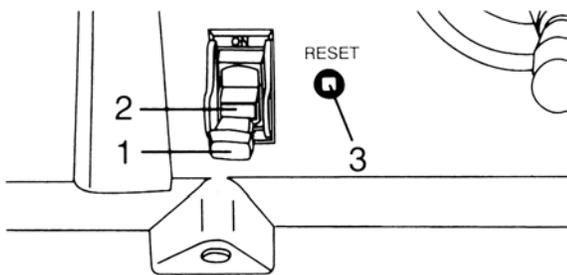

Fig. 25
El interruptor (2) se encuentra en la parte frontal de la sierra. Para prender la sierra levante el interruptor. Para apagarla, baje el interruptor (Fig. 25).
Cuando la sierra no esté en uso, el interruptor debe estar apagado. Como medida de seguridad jale el seguro del interruptor (1) (Fig. 25). La sierra no podrá ser operada sin este seguro. Si jala el seguro cuando la sierra esta encendida se podrá apagar, pero no se podrá encender sin el seguro.
El interruptor térmico está instalado a la derecha del interruptor como se muestra en la Fig. 25. Cuando la máquina se empiece a sobre calentar o halla tenido problemas de voltaje, apáguela y espere a que se enfríe. Después que se halla enfriado presione el botón de reinicio (3) para reiniciar el protector térmico y de sobrecarga.